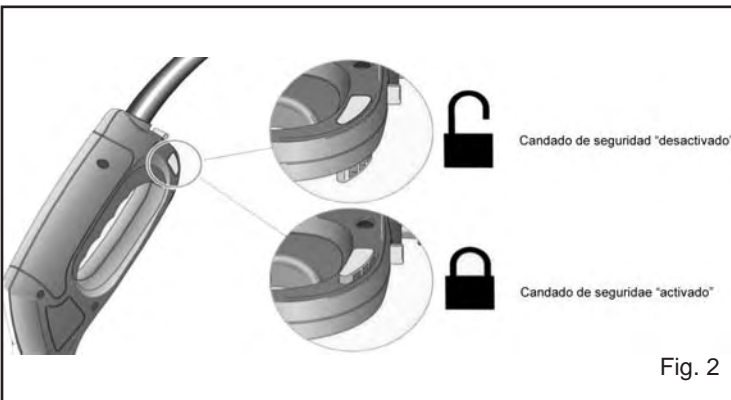

Fig. 2
3. Libere el candado de la pistola, si está bloqueada. (Fig. 2)